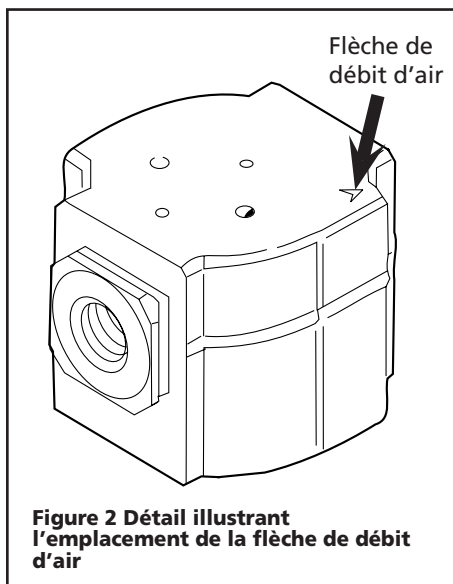

Figure 2 Détail illustrant l'emplacement de la flèche de débit d'air
1. Trouver la flèche indiquant la direction du débit (Voir Figure 2, détail). Cette flèche indique la direction de la circulation d'air donc elle pointe vers la sortie.
3. Vérifier que la flèche pointe vers la sortie. (Voir la figure 2.)